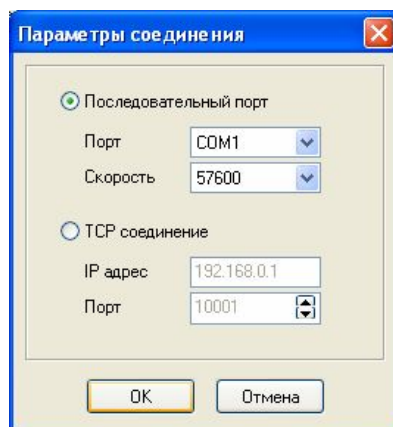

Рисунок 40 – Параметры соединения
4) нажмите в группе «Параметры соединения» кнопку «Параметры соединения...», в открывшемся окне выберите COM-порт и установите его параметры (рисунок 40);